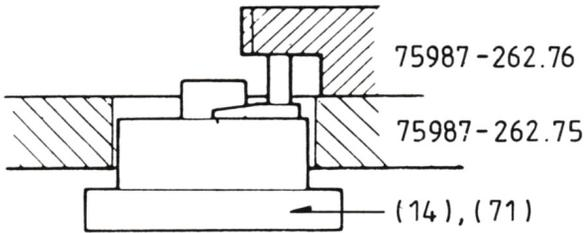

Fig. 23
- Mesurer la hauteur des plateaux porte-bobines (14, 71) (Fig.23)